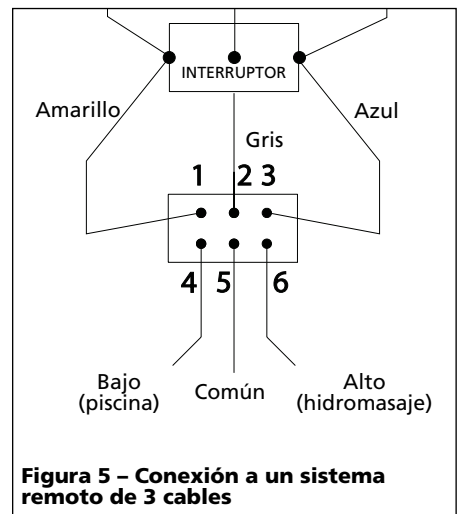

Figura 5 – Conexión a un sistema remoto de 3 cables
4. Vea la figura 5 para el diagrama de cableado con el sistema remoto de 3 cables